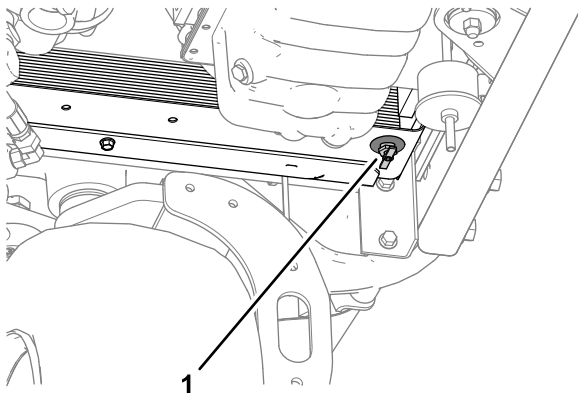

Figur 6
1. Fjern kølerdækslet fra kølerens påfyldningsstuds (Figur 6).